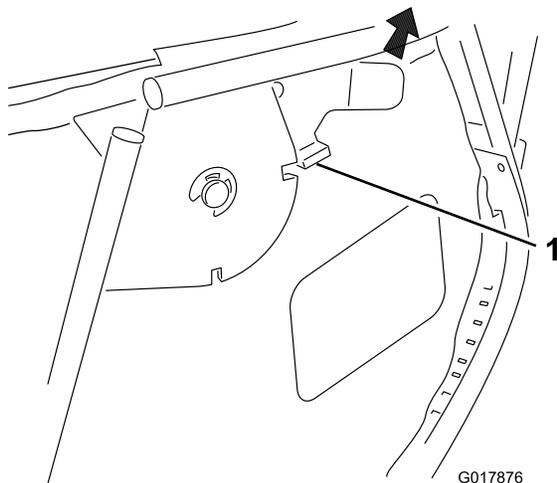

Figura 16
1. Abra el cierre de bloqueo (Figura 16).